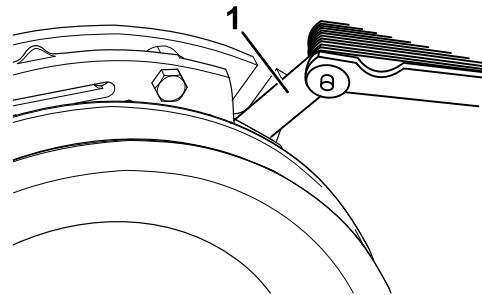
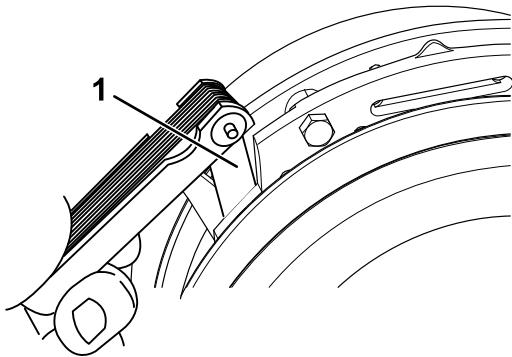

Figura 72
Figura 73
- E. Usando una galga de 0.254 mm (0.010"), compruebe la presencia de un espacio entre el rotor y la cara de la armadura en ambos lados del polo del freno, según se indica en Figura 72 y Figura 73.